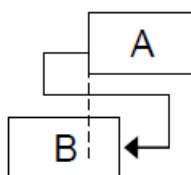

Рисунок 7 – Тип взаимосвязи диаграммы предшествования 4
4. Старт – Финиш. Работа В не может окончиться (должна продолжаться), пока не начнется работа А (рис.7).